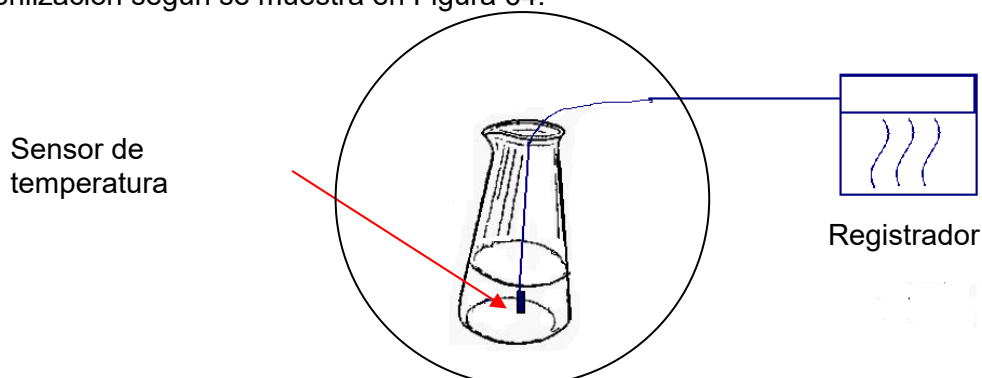

Figura 64
- M. Un sensor adicional de temperatura y un registrador son necesarios para el programa de esterilización según se muestra en la Figura 64.